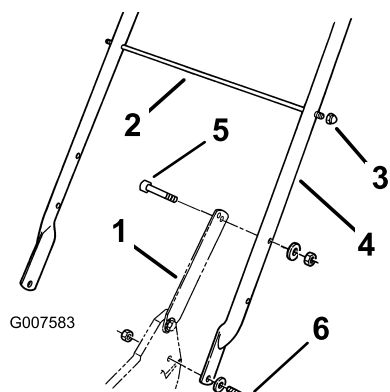

Figure 3
2 boulons (5/16 x 1-1/4 pouces), rondelles et contre-écrous minces (5/16 pouce) (Figure 3).
- Fixez les pattes de verrouillage au guidon avec 2 boulons (5/16 x 1-1/2 pouces), rondelles et contre-écrous (5/16 pouce) (Figure 3).
- Insérez la tige de support du bac à herbe dans le deuxième trou en partant du haut du guidon, et serrez un contre-écrou borgne à chaque extrémité (Figure 3).